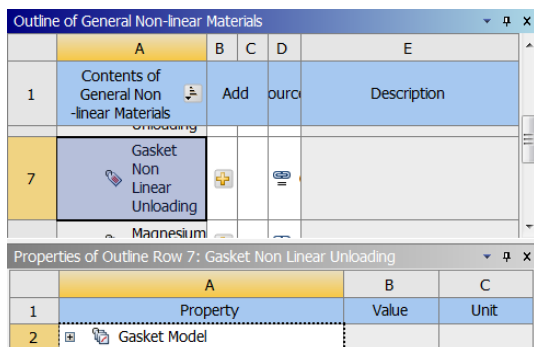

图 17-6 已添加非线性卸载垫片材料
5) 在界面的空白处右击, 在弹出的快捷菜单中选择“Engineering Data Sources”, 返回到初始界面中, 此时 Outline of Schematic A2 中显示添加的“Gasket Non Linear Unloading”, 如图 17-6 所示。